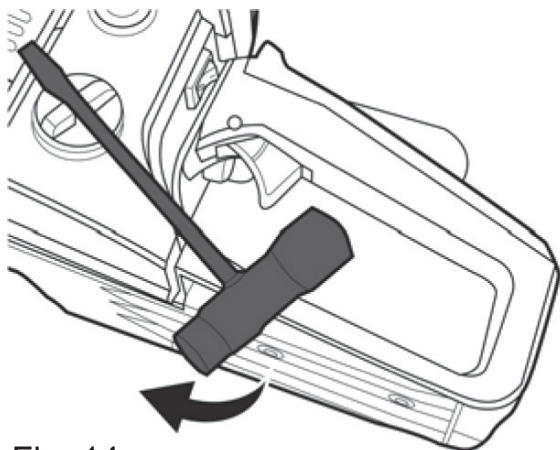

Fig. 14
- > Limpe o combustível derramado com um pano suave e volte a colocar o tampão do depósito de combustível (28). Use a chave combinada (32) ou aperte bem a tampa (29) (Fig. 14).